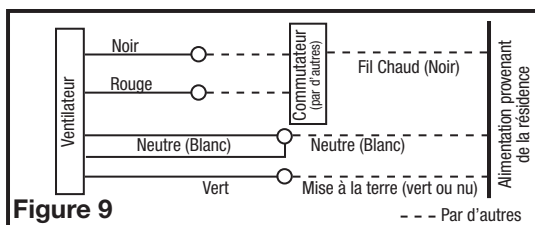

Figure 9
- Par là où vous avez choisi d'accéder à la boîte de jonction du ventilateur, raccorder un fil Blanc de la maison aux deux fils Blancs du ventilateur. Raccorder un fil vivant (Noir) du commutateur mural au fil Noir du ventilateur (celui-ci est pour le contrôle du ventilateur). Raccorder un second fil vivant (Rouge) du commutateur mural au fil Rouge du ventilateur (celui-ci est pour le contrôle de la lumière principale). Raccorder le fil de mise à la terre (vert ou cuivre nu) de la maison au fil Vert du ventilateur (**Figure 9**). Utiliser des méthodes de raccordement approuvées pour toutes les connexions.